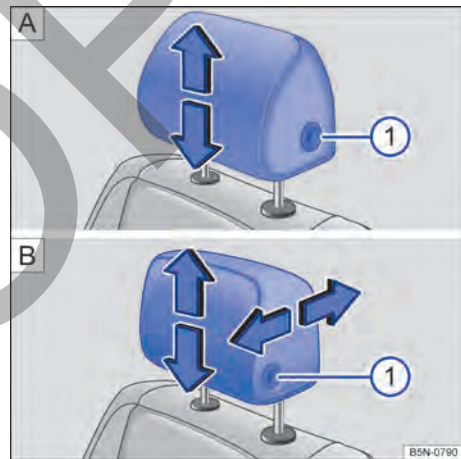
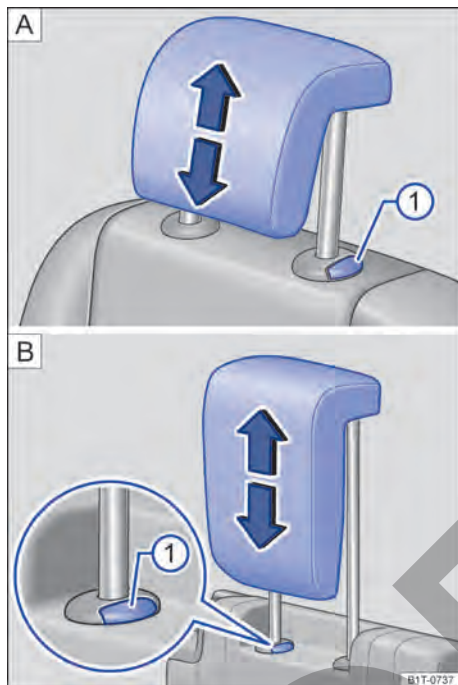

Fig. 98 Ajuste de los apoyacabezas delanteros: **A** Sin posibilidad de ajuste longitudinal, **B** con posibilidad de ajuste longitudinal.
Fig. 99 Ajuste de los apoyacabezas traseros: **A** Segunda fila de asientos, **B** tercera fila de asientos.
- Suba o baje el apoyacabezas en el sentido de la flecha correspondiente. Dado el caso, presione a la vez la tecla → fig. 98 ① o → fig. 99 ①.
- Desplace el apoyacabezas hacia delante o, a la vez que presiona la tecla → fig. 98 ①, hacia atrás en el sentido de la flecha correspondiente.